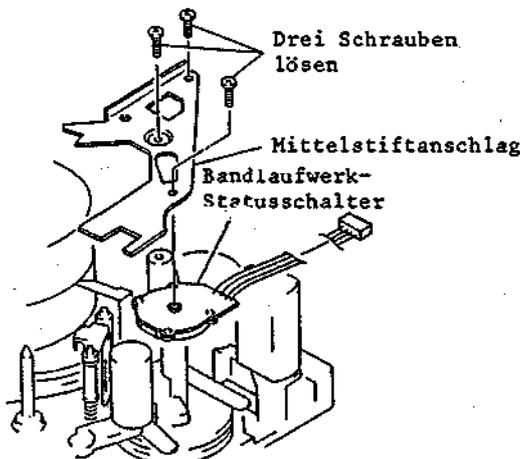

Abb. 2-59 Ausbau des Bandlaufwerk-Statusschalters
3-14 Ausbau des Bandlaufwerk-Statusschalters (Abb. 2-59, 2-60)
2. Drei (3) Befestigungsschrauben des Mittelstiftanschlages lösen (siehe Abb. 2-59).
2. Den Mittelstiftanschlag ausbauen (siehe Abb. 2-59).